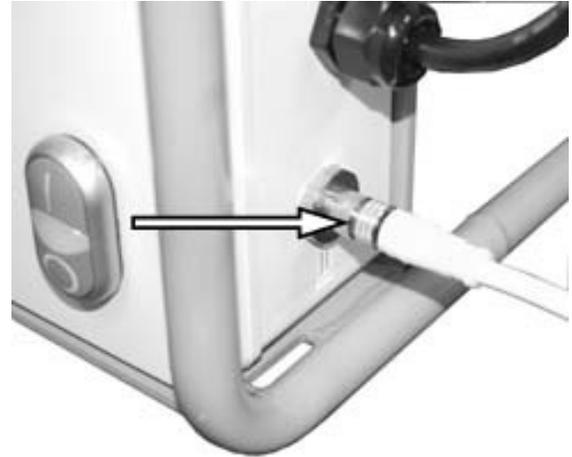

Figura 4.
1. Consulte la figura 4. Conecte el motor al control remoto.